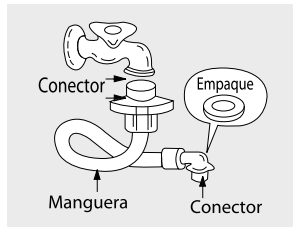

Figura 15
- Conecte el adaptador de la manguera de entrada a la entrada de agua de la lavadora girando en el sentido de las manecillas del reloj para sujetarlo firmemente. (Figura 15)